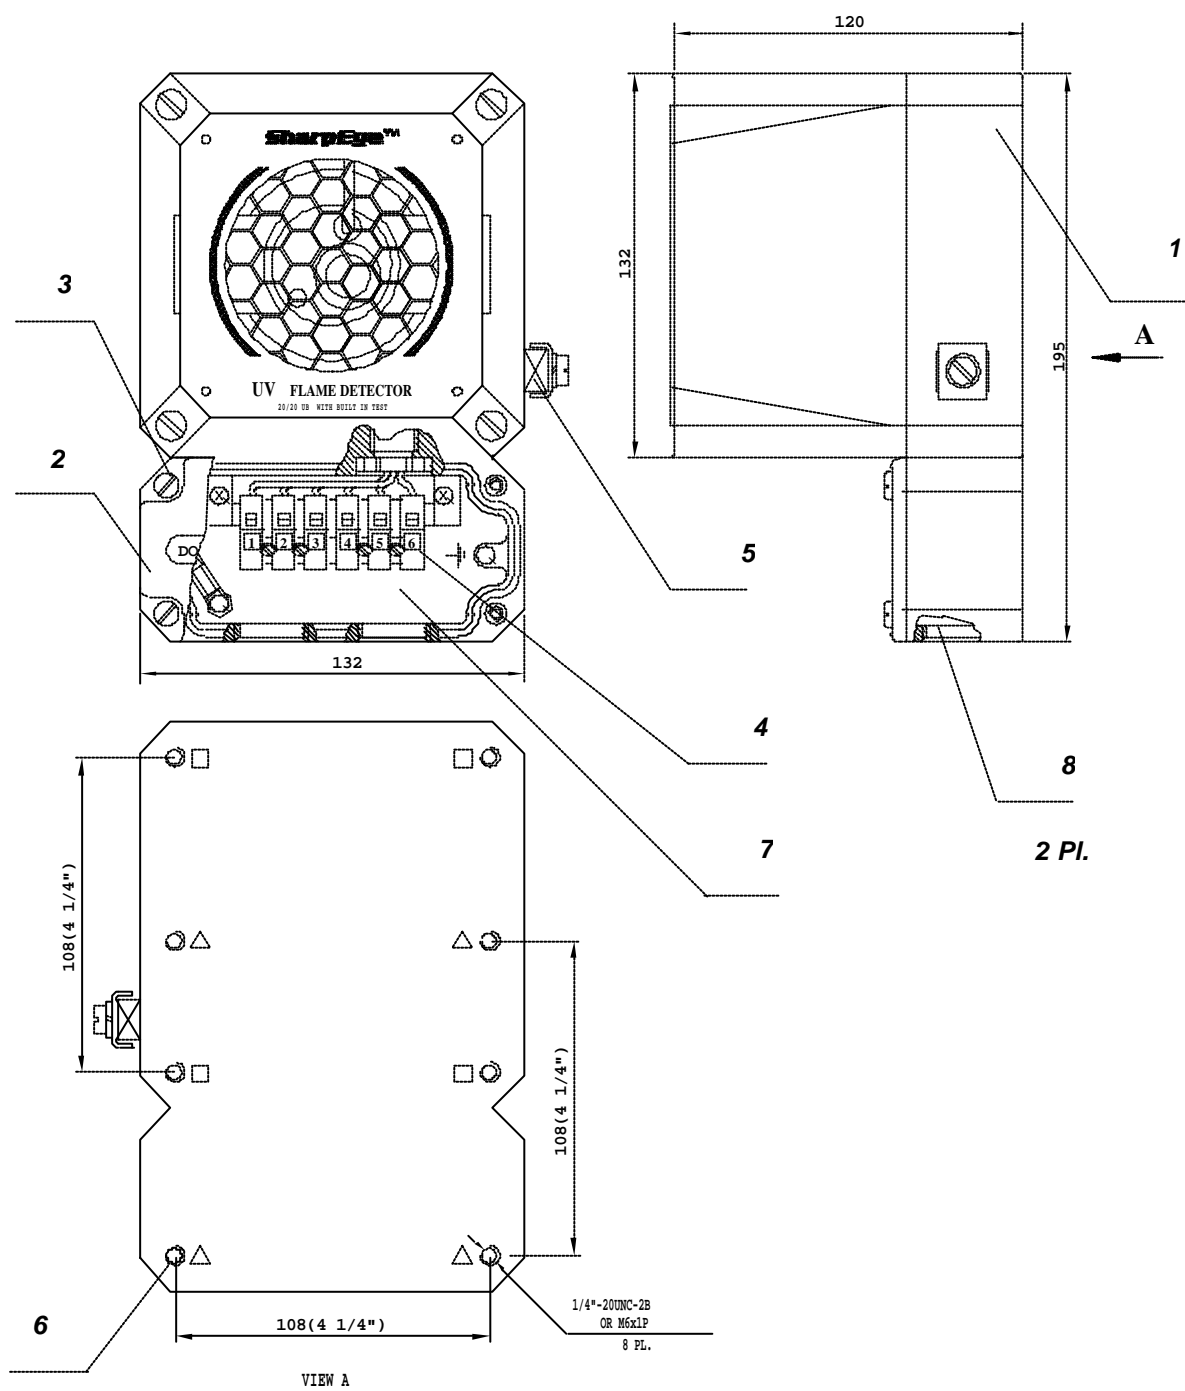

Figura 10. Montaje del detector de llama. Diagrama de cableado
Consulte la **figura 10**.
El detector dispone de una cámara con un bloque de terminales (4). El bloque de terminales está etiquetado del 1 al 6. **(Véase la figura 10).**